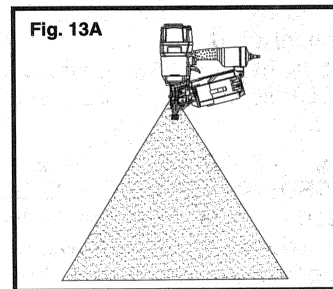

Fig. 13A
23. MANTENGA LAS MANOS Y LAS PARTES DEL CUERPO alejadas del área que se muestra en la Fig. 13A para evitar lesiones.